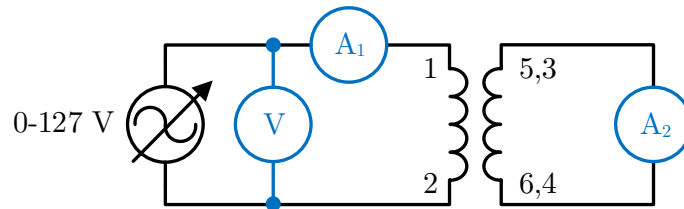

Figura 2: Mediciones de cortocircuito en el secundario del transformador.
1. Armar el circuito como se muestra en la Figura 2. Las terminales (8,4) se cortocircuitan a través de un ampermetro y posteriormente las terminales (3,7).